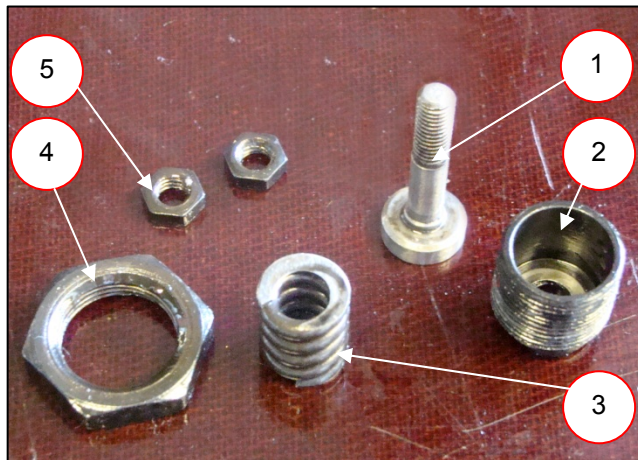

Рис. 3.106 – Детали прямого корректора
- непосредственно корректора (1),
- корпуса корректора (2),
- пружины корректора (3),
- контргайки (4),
- двух стопорных гаек (5)
- (рис. 3.106).